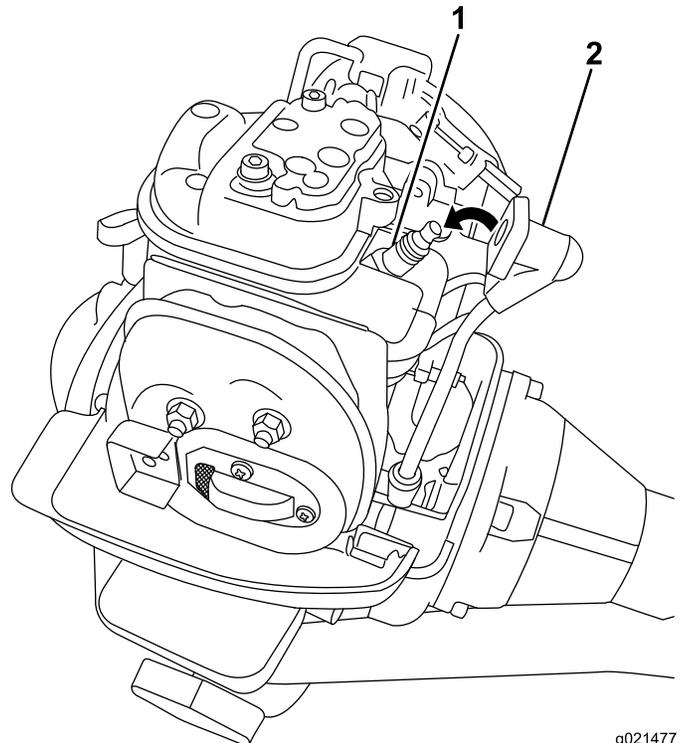

Figure 24
2. Débranchez le fil de la borne de la bougie (Figure 24).